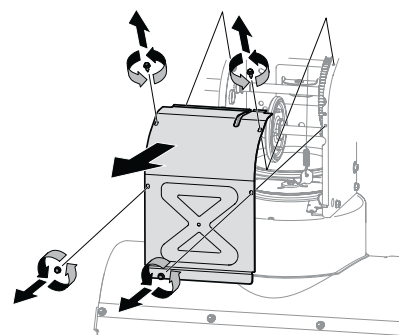

Figure 4-4
châssis. Voir Figure 4-4.
5. Retirez les vis autotaraudeuses qui fixent le couvercle du châssis sous l'appareil, puis retirez le couvercle du châssis. Voir Figure 4-4.
3. Retirez les quatre vis autotaraudeuses qui fixent le couvercle du châssis sous l'appareil, puis retirez le couvercle. Voir Figure 4-4.